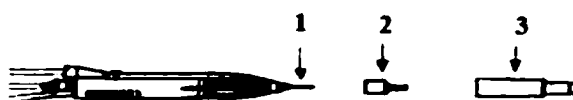

Рис.5
11. Закрутите наконечник (иглу) для факоэмульсификации в ультразвуковую рукоятку к Системе офтальмологической микрохирургической Стелларис Элит (Stellaris Elite) и надежно затяните ее с помощью ключа для фиксации иглы, см. рисунок 5 (1). (только для Наборов для микроинвазивной факоэмульсификации).
12. В зависимости от разреза наденьте ирригационный слив на наконечник (иглу) для факоэмульсификации таким образом, чтобы отверстия в ирригационном сливе находились примерно в 1 мм от среза проксимального конца наконечника (иглы) для факоэмульсификации, см. рисунок 5 (2). (только для Наборов для микроинвазивной факоэмульсификации).
13. Заполните тест-камеру см.рисунок 5 (3) ирригационным раствором для тестирования ультразвуковой рукоятки к Системе офтальмологической микрохирургической Стелларис Элит (Stellaris Elite) перед операцией. (только для Наборов для микроинвазивной факоэмульсификации).